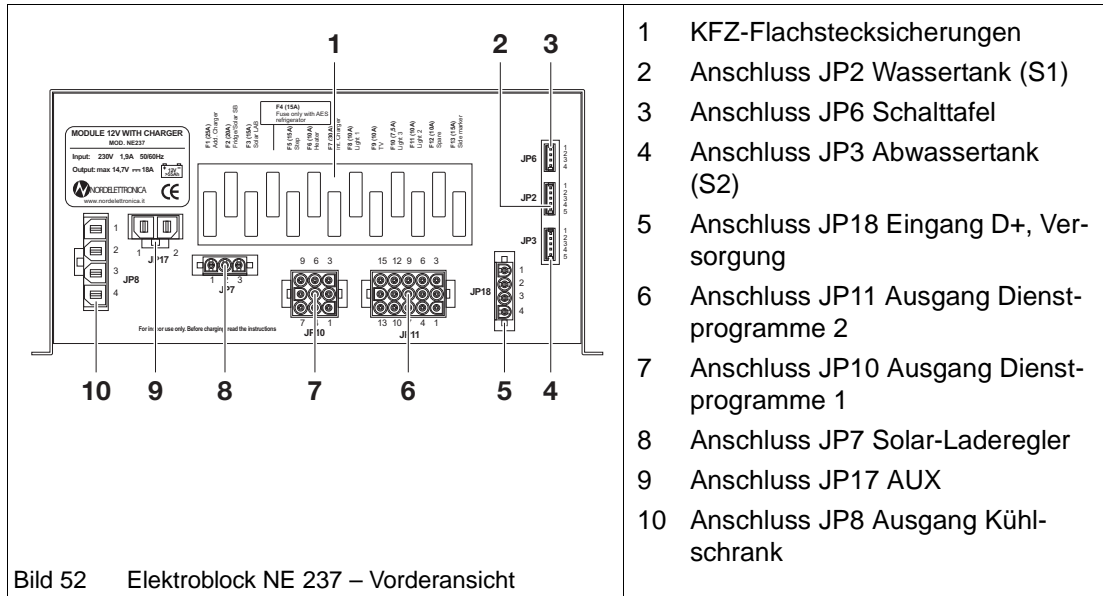

Bild 52 Elektroblock NE 237 – Vorderansicht
- Die Flachstecksicherungen (Bild 52/1) sichern die verschiedenen Stromkreise ab.